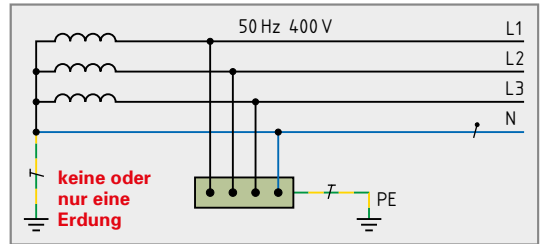

Bild 2: TT-System
Beim TT-System hat das Verteilungssystem keinen PEN-Leiter, die Körper der Anlage sind über einen PE an einen eigenen Erder angeschlossen (**Bild 2**). Diese Systemform kommt in Deutschland für fest verlegte Niederspannungsanlagen, die vom öffentlichen Verteilungsnetz gespeist werden, gelegentlich noch vor. Der Sternpunkt des Stationstransformators ist geerdet, und damit auch der Neutraleiter. Anders als beim TN-System finden aber weitere Erdungen des N-Leiters nicht statt, sodass dieser nicht für Schutzzwecke geeignet ist. Trotzdem kommt dieses Verteilungssystem für begrenzte Anlagen, z. B. Baustellen, in Betracht. Hier wird nämlich der Schutz durch RCD (Fehlerstrom-Schutzeinrichtung, FI-Schutzschaltung, Seite 31) angewendet.
- IT-DC-System (**Bild 2, folgende Seite**).